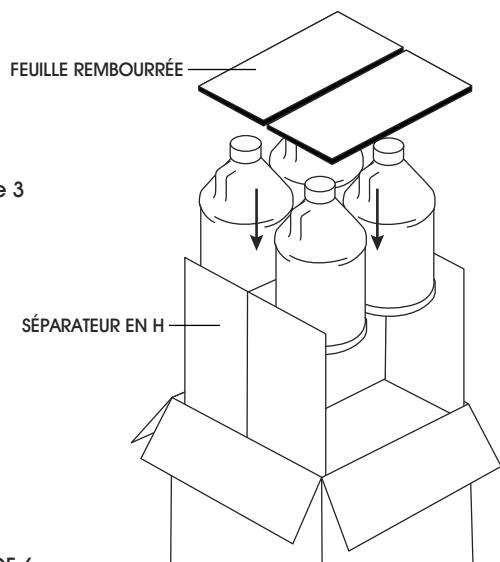

Figure 3
5. Pliez le séparateur en H et placez-le dans la boîte. (Voir Figure 3)
6. Placez les bidons dans la boîte – le fond en premier. Deux bidons de chaque côté du séparateur en H. (Voir Figure 3)
7. Pliez les feuilles rembourrées et placez-les au-dessus des bidons remplis. (Voir Figure 3)